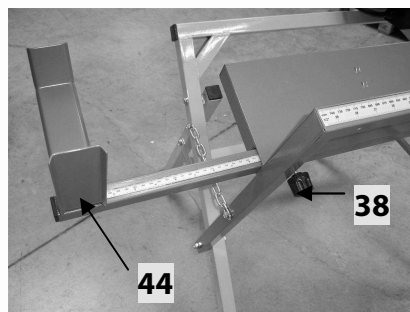

Fig 27
- Positionnez la rallonge de coupe (44) du côté gauche du chariot de coupe, vissez la molette de blocage fileté (38) dans le trou prévu à cet effet (Voir Fig 27).